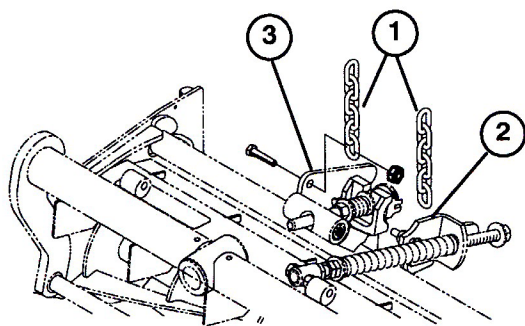

図 9
12. ターフ補正スプリングのブラケットをカッティングユニット・スタビライザの耳に止めているナットを外す (図9)。左チッパー・チェーンをキャップスクリューに通し、先ほど外したナットで固定する。
13. 右チッパー・チェーンを、右カッティングユニット・スタビライザのミミに取り付け、付属部品のキャップスクリュー (3/8 x 1 in) とフランジナットで固定する (図9)。